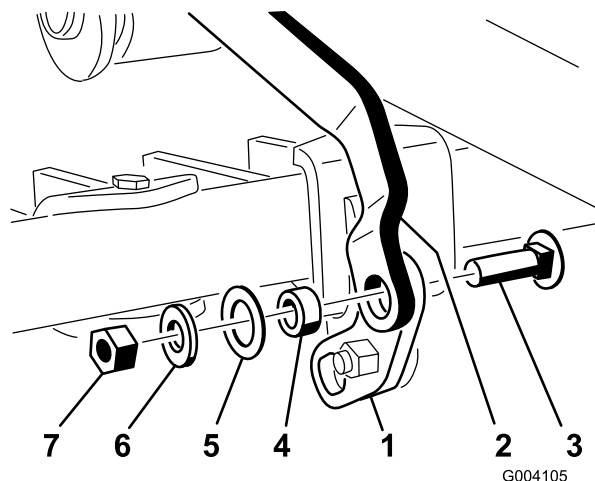

Figura 16
5. Cu cotul ansamblului pedalei de ridicare îndoit în sus, instalezi orificiul pătrat pe capătul metalic pivotant până la capătul articulaiei barei de instrumente folosind un urub de transport ($\frac{3}{8}$ x $1\frac{1}{4}$ "), un distanier, o aibă (1"), o aibă ($\frac{13}{16}$ ") i o contrapiuliă ($\frac{3}{8}$ ") aa cum se arată în Figura 16.